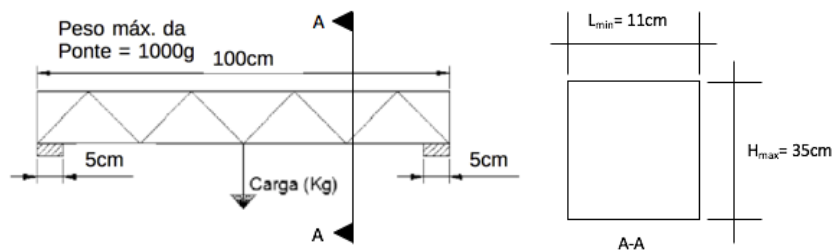

Figura 3: Dimensões da ponte e ponto de aplicação de carga
4. Altura máxima (tomada do ponto mais alto até seu ponto mais baixo) de 35cm. As pontes devem ter dimensões de acordo com a figura 3.